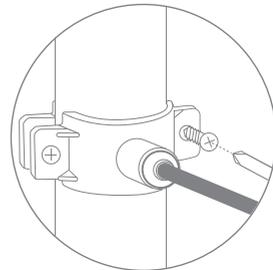

Рис. 21
5. Прочно закрепите хомут на дренажной линии с помощью винтов (рис. 21). Винты крепления необходимо затягивать равномерно (без перекоса), чтобы обе части хомута располагались параллельно.